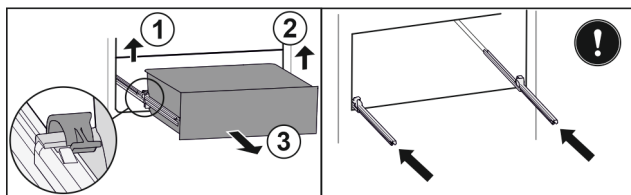

Fig. 98
- Підняти лівий затискач і одночасно висувний ящик ліворуч потягнути вперед. Fig. 98 (1)
- Підняти правий затискач і одночасно висувний ящик праворуч потягнути вперед. Fig. 98 (2)
- Вийняти висувний ящик рухом вперед. Fig. 98 (3)